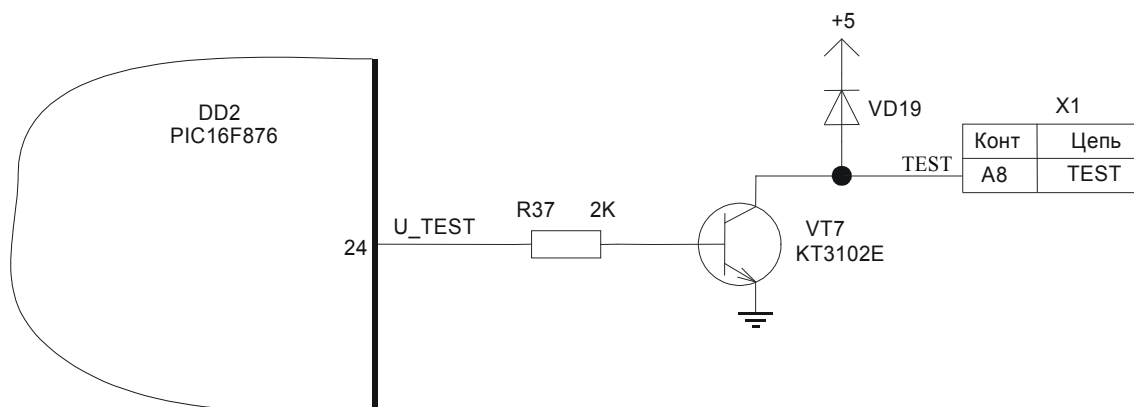

Рисунок 22. Управление реле TEST
Микропроцессор DD2 управляет реле тест - контроля (расположено на коммутационной панели БДКЛ) через транзистор VT7 (см. рисунок 22). Сигнал управления выдается через вывод U\_TEST (24) микропроцессора. Далее через резистор R37, ограничивающий базовый ток, сигнал подается на базу транзистора VT7. С коллектора транзистора сформированный сигнал управления подается на вывод A8 разъема X1. Диод VD19 подключен параллельно катушке реле и предназначен для ограничения положительных выбросов напряжения в моменты включения/выключения реле.